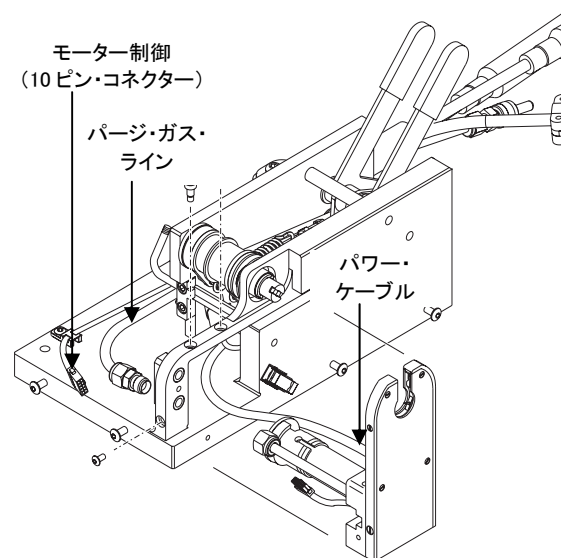

Figure 44 ウェルド・ヘッド・アセンブリの取り外し
17. ウェルド・ヘッド・アセンブリをベースから真っ直ぐ引き抜いて、パワー・ケーブルを外せるようにします。**Fig.44**をご参照ください。